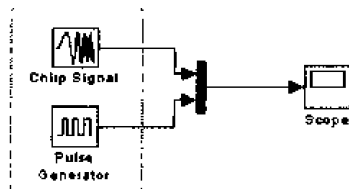

图 4.6 用虚线框同时选中多个对象
- 方法二：按住鼠标左键，拉出矩形虚线框，将所有待选定模块包含在其中，然后松开鼠标按键，于是矩形里所有模块（包含模块之间的信号线）均被选中，如图 4.6 所示。